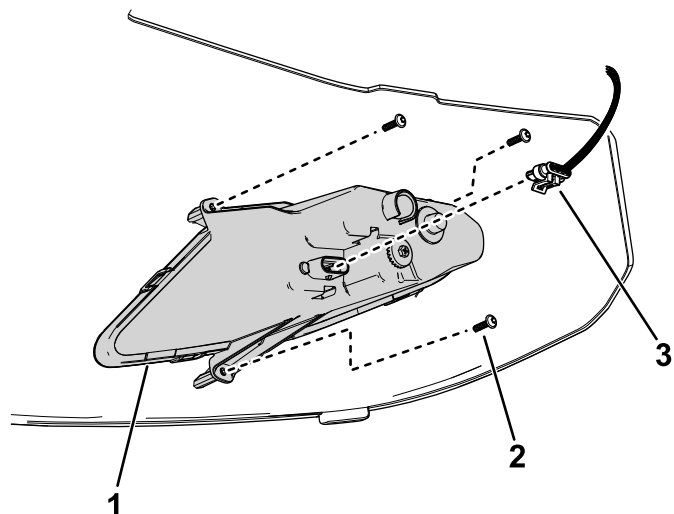

Figura 41
3. Desligue o conector da cablagem do conector do farol (Figura 41).
6. Ligue o conector da cablagem ao conector do farol (Figura 41).